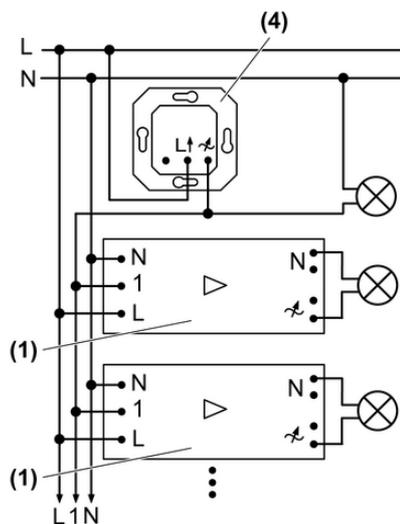

Figura 2
(1) Elemento di potenza
(4) Variatore di luce
- Collegare l'elemento di potenza secondo lo schema di collegamento (figura 2).